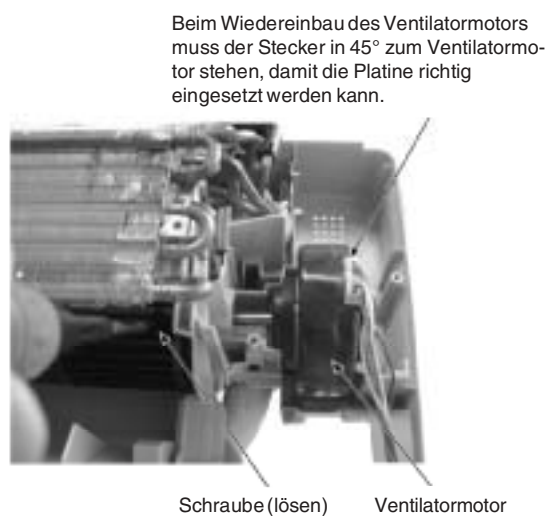

Abb. 7
- Anschließend wird die Schraube am Ventilatorlaufrad gelöst (Abb. 7).